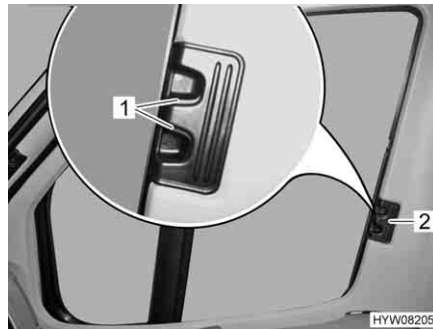

Bild 89 Plisségardin för förar-/passagerarfönster
- Tryck in låshandtagen (Bild 89,1) och håll dem intryckta.
- Ta tag i handtaget (Bild 89,2) och dra plisségardinerna för förar-/och passagerarfönstret till den andra fönstersidan och fäst med magnetremsorna.
- Ta tag i handtaget (Bild 89,2) till plisségardinerna för förarfönstret och passagerarfönstret och skjut in dem så långt det går.
- Släpp låshandtagen (Bild 89,1) och låt dem haka fast.